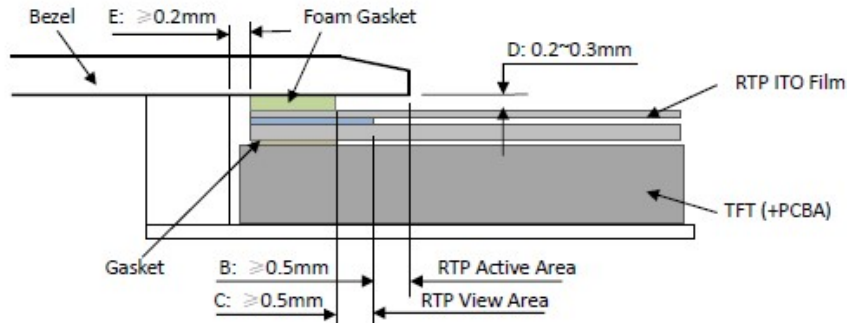

Figure 4
- It should bezel touching the RTP Active Area (A.A.) to prevent abnormal touch.It should left gab $D=0.2\sim 0.3\text{mm}$ in between. (Figure 4)
- 为避免面框直接压在动作区 (A. A.) 上造成误动作，面框与电阻触摸屏 (RTP) 之间应留有一定的空隙 $D=0.2\sim 0.3\text{mm}$ 之间。(附图 4)
It is suggested to protect those areas with gasket (between the bezel and RTP).The suggested figures are $B \geq 0.50\text{mm}$; $C \geq 0.50\text{mm}$. (Figure 4)
- The bezel side wall should keep space $E = 0.2 \sim 0.3\text{mm}$ from the RTP. (Figure 4)
作区域，因为布线区域在此处形成一台阶，在此区域附近操作时 ITO Film 变形较大，容易导致 ITO 损坏而降低寿命。为保护 RTP 和避免误操作，在 RTP 与面框之间垫缓冲物 (Gasket)，我们建议设计面框应覆盖动作区的边缘，面框边缘到 V. A. 区的距离 $B \geq 0.50\text{mm}$ ；垫圈内边缘到 V. A. 区的距离 $C \geq 0.50\text{mm}$ 。（附图 4）
- 在设计面框与 RTP 组装时，应考虑到面框内侧与 RTP 外侧的间距 $E \geq 0.2\text{mm}$ 。（附图 4）